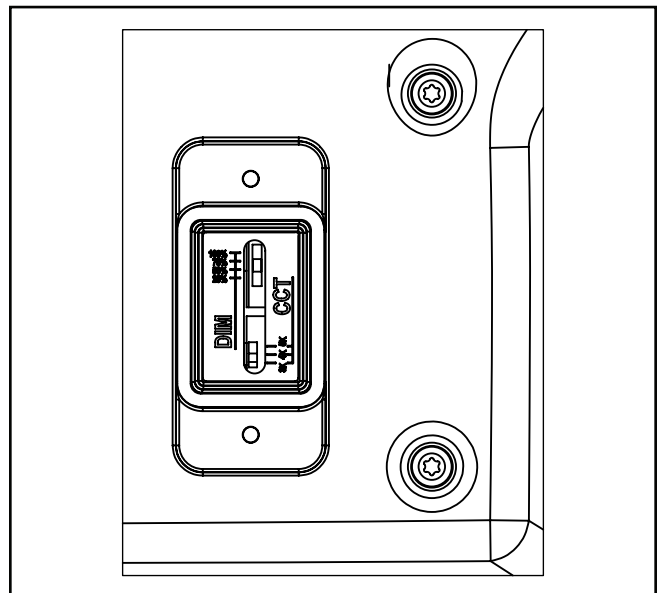

Figure 4.
Réglage de la couleur et de la puissance (Figure 4.)
2. Sélectionnez la température de couleur souhaitée (3000K, 4000K ou 5000K) en faisant glisser le levier du commutateur. (Figure 4)
3. Sélectionnez le niveau de luminosité souhaité (100/75/50/25%) en faisant glisser le levier de l'interrupteur. (Figure 4)